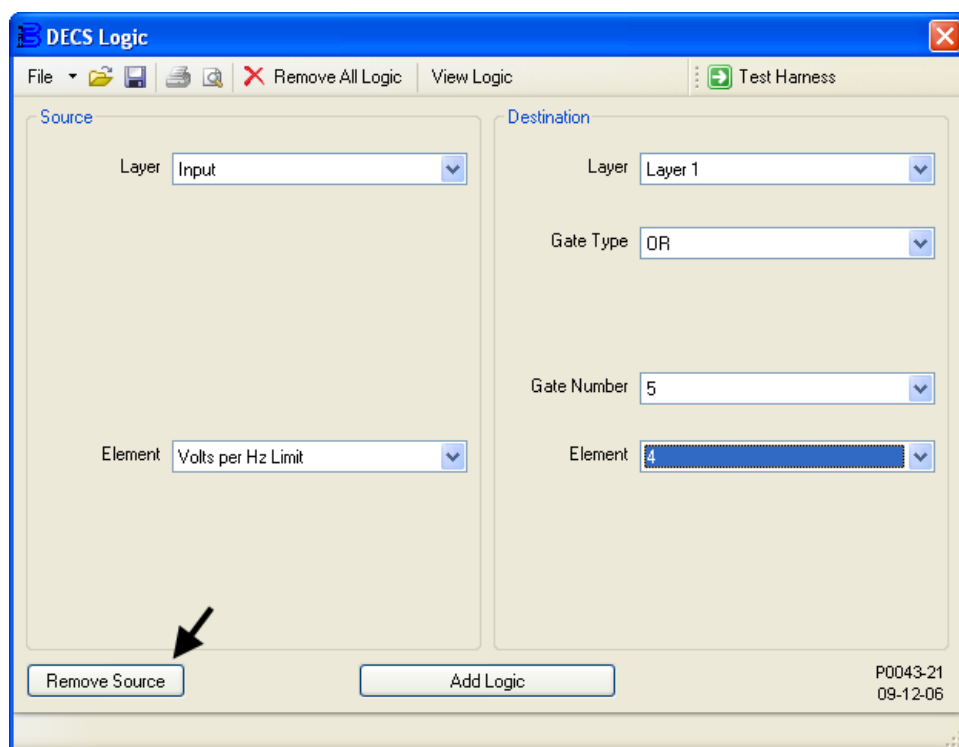

Figure 9-17. Suppression de Layer1 InputBuffer.Volts per Hz Limit --> Or1.Input4
1. Les paramètres de la fenêtre Logique du DECS associés à cette étape sont illustrés sur la Figure 9-17. Déconnectez le tampon d'entrée Protection active V/Hz de l'entrée 4 de la porte 5 OR sur la couche logique 1. Dans le Tableau 9-2, cette association est identifiée par le code logique suivant : « DESTINATION: Layer1 – InputBuffer.Volts per Hz Limit → Or1.Input4 ».